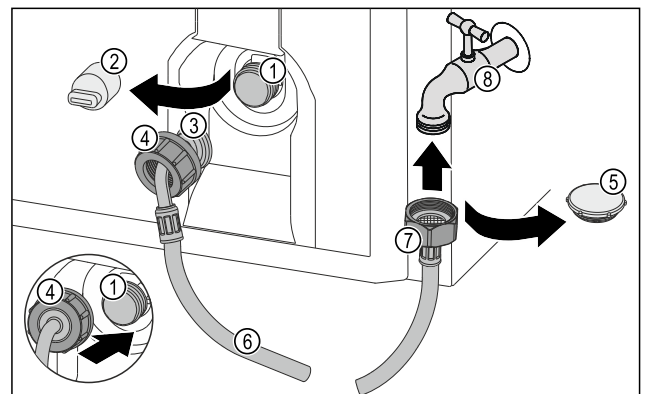

Fig. 23
- ▶ Távolítsa el a zárósapkát Fig. 23 (5).
- ▶ Helyezze fel az egyenes tömlővéget Fig. 23 (7) a vízcsapra Fig. 23 (8).
- ▶ Az óramutató járásának irányában húzza meg az anyát az egyenes tömlővégen Fig. 23 (7).